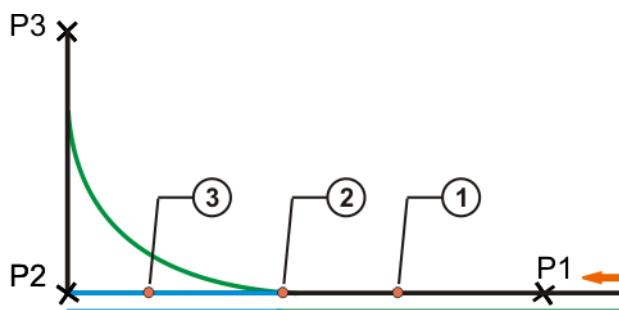

Fig. 7-8: Movimiento ejemplar para lógica con avance
**Con movimiento de avance**, las funciones de espera dependientes de señales programadas permiten que se pueda repasar antes del punto creado antes de la línea de instrucción. No obstante, la anterior posición del puntero de movimiento de avance no es clara (valor estándar: tres conjuntos de movimientos), por lo que el momento exacto para el control de la señal es indefinido (1) (=> Fig. 7-8). Además, no se reconocerán las modificaciones en la señal tras el control de la señal.